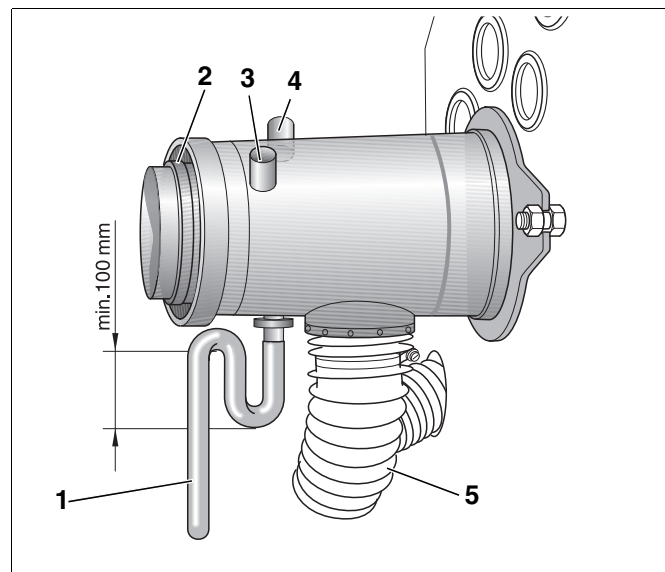
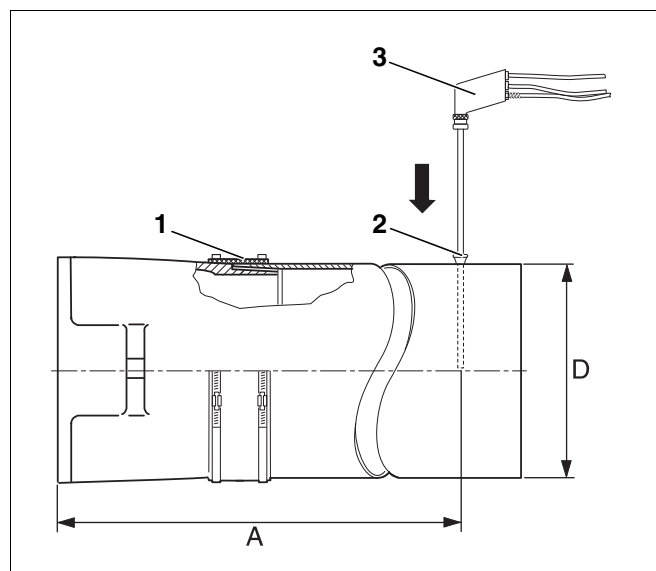

Рис. 14 Соединительный штуцер концентрической дымовой трубы
Рис. 15 Проведение замеров
Замеры осуществляются на соединительном участке дымовой трубы (Рис. 15, стр. 19) или на штуцере концентрической дымовой трубы (Рис. 14).
Отверстие для замеров (муфта; Рис. 15, поз. 2) должно находиться на расстоянии "А" (примерно 2 диаметра дымовой трубы "D") от патрубка дымовых газов (Рис. 15). Если сразу после отопительного котла установлено колено для соединения с системой отвода дымовых газов, то замеры нужно производить до этого колена.
Мы рекомендуем установить уплотнительную манжету (Рис. 15, поз. 1) для соединения котла с дымовой трубой.
- Опустить измерительный зонд (Рис. 15, поз. 3) в центр потока (середина трубы), здесь дымовые газы имеют наивысшую температуру.